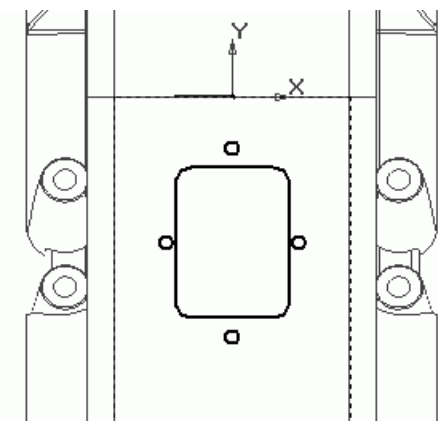

Рис. 3.103. Эскиз для вырезания смотрового отверстия
16. Осталось сформировать отверстие, позволяющее осматривать внутренности редуктора без его остановки и разборки, а также четыре отверстия под болты, которые будут фиксировать крышку смотрового отверстия на крышке редуктора. Эти отверстия создадим при помощи команды **Вырезать выдавливанием панели Редактирование детали**, а эскиз для этой операции разместим на плоской грани верхней стенки редуктора. В эскизе необходимо построить прямоугольник размером 100×75 , после чего создать скругления на его углах радиусом 10 мм каждое. Само размещение прямоугольника в эскизе не столь важно, главное, чтобы точка пересечения его диагоналей находилась на оси Y . Напротив середины каждой стороны прямоугольника создайте окружность радиусом 4,5 мм. Центры верхней и нижней окружностей должны быть удалены от сторон прямоугольника на 12,5 мм, центры боковых окружностей – на расстояние вдвое меньше (рис. 3.103).